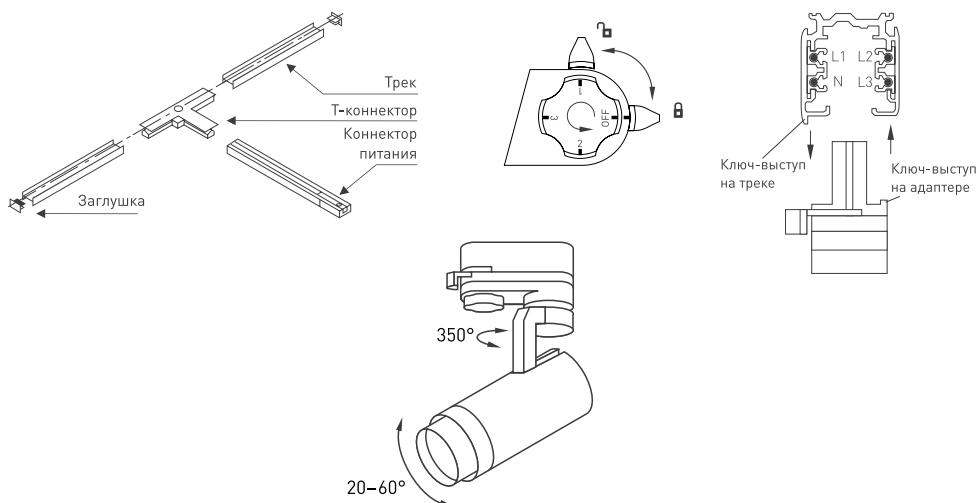

Рис. 2. Установка светильника в трек
- 3.4. На коннекторе питания открутите винт и снимите крышку. Подсоедините провода, подводящие питание, к винтовым клеммам согласно рис. 2. Используйте 5-жильный кабель. Обязательно подключите защитное заземление к клемме GND.
- 3.6. Вставьте светильник в трек, для чего ориентируйте ключи-выступы на адаптере и на треке, как показано на рис. 2.